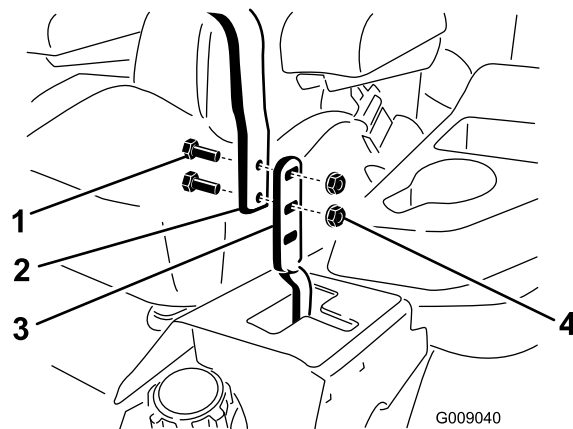

Figura 59
2. Allentate i bulloni e i dadi flangiati che fissano le stegole alle leve (Figura 59).